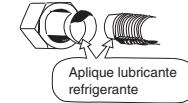

Fig. 5-4
- (1) Aplique una tapa de sellado o cinta impermeable para evitar la entrada de polvo o de agua en los tubos antes de su utilización.
- (2) Asegúrese de aplicar lubricante refrigerante (aceite etílico) a la superficie del abocardado antes de realizar las conexiones de los tubos. Tenga cuidado de no aplicar aceite a la superficie del tornillo. Esto resulta eficaz para reducir fugas de gas. (Fig. 5-4)